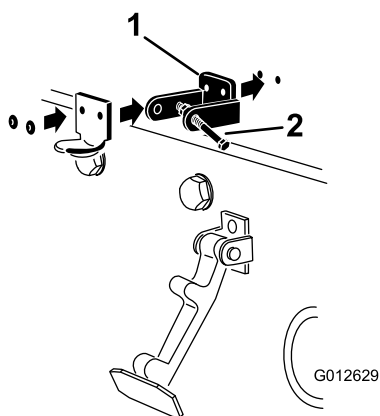

Figura 8
3. Alinee los taladros de montaje y posicione el cierre de seguridad para CE y el cerradero sobre el capó. El cierre de seguridad debe estar en contacto directo con el capó (Figura 8). No retire el conjunto de perno y tuerca del brazo del cierre de seguridad.
5. Remache el seguro de cierre, el cerradero y las arandelas al capó (Figura 8).